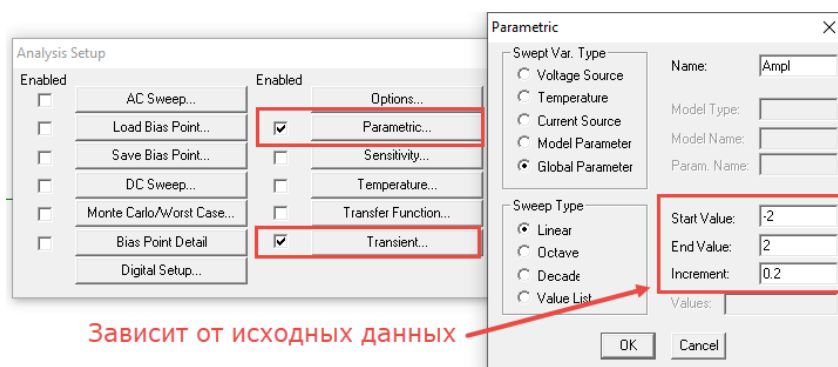

Рис.11. Задание для параметрического анализа
- Установить режим автоматического изменения амплитуды входного напряжения. Для этого включить режим параметрического анализа (рис. 11).